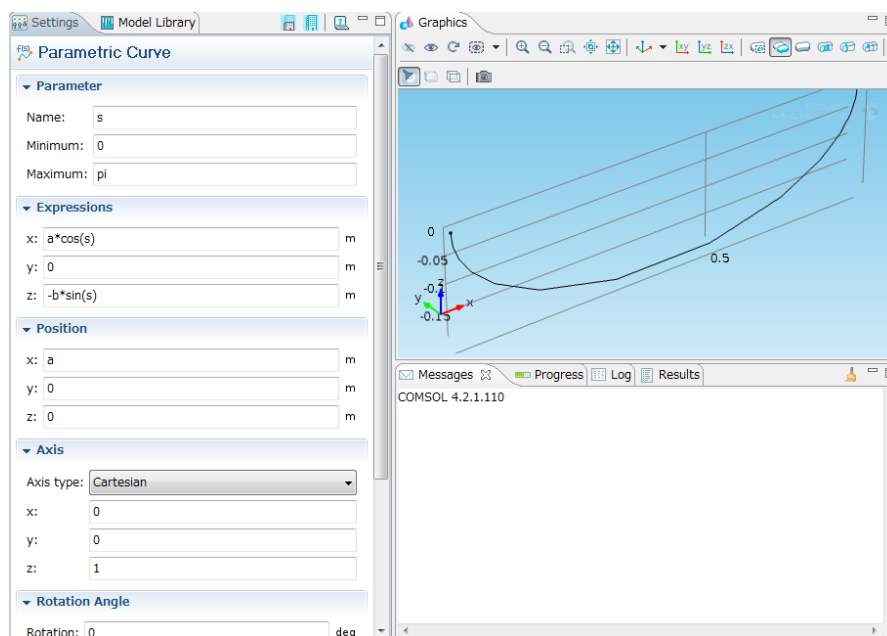

Fig.2: Geometry 設定
- (1) Model Wizard より 3D を選択し、Structural Mechanics（構造力学）の中から Beam を選択する。Study Type は Frequency Domain を選択する。
- (2) Geometry として Parametric Curve を選択し、長半径を a 、短半径を b としてパラメトリック曲線を $x = a*\cos(s)$, $y=0$, $z=-b*\sin(s)$ と設定する。また図形の中心を $(a,0,0)$ とし片方の端点が座標原点に来るようにする(Fig. 2)。